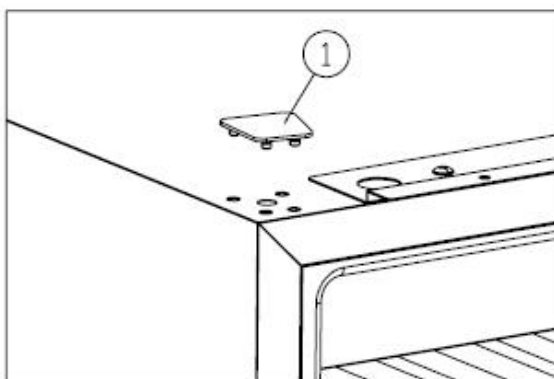

Abb. 3
- ✧ Die Abdeckung entfernen^①. [Abb. 3]